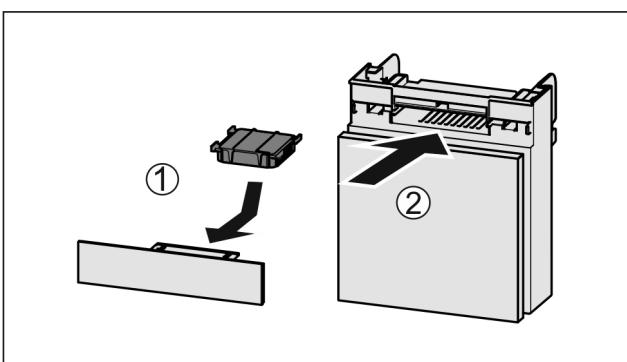

Fig. 149
- ▶ Insérer le filtre à charbon actif d'après le schéma Fig. 149 (1).
- ▶ Insérer le compartiment Fig. 149 (2).